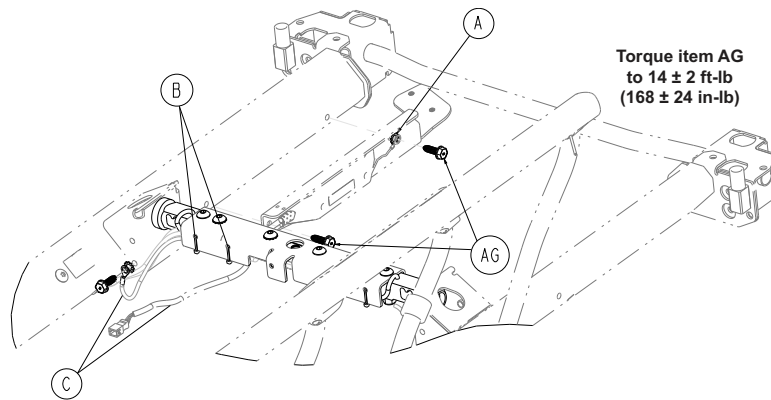

Figure 39 – Ensemble IR/appel infirmier
7. À l'aide d'un coupe-fil, couper les deux serre-câbles (B) qui fixent le câble d'ensemble IR/appel infirmier côté tête du système de levage pour accéder au connecteur du câble (Figure 39). Jeter les attaches de câble.
10. À l'aide d'une clé à cliquet et d'une douille de 1/2 po, retirer les deux vis à tête hexagonale filetée (AG) et la rondelle à denture externe (A) pour retirer l'ensemble IR/appel infirmier (Figure 39). Conserver les vis à tête hexagonale filetées et la rondelle à denture externe. Jeter l'ensemble IR/appel infirmier.
- c. Du côté pieds de l'ensemble IR/appel infirmier, tirer les deux câbles (C) vers le bas et les tenir à l'écart tout en fixant le côté pieds de l'ensemble IR/appel infirmier (Figure 39).
15. À l'aide des deux serre-câbles fournis de 8 po (3000-300-113) (B), fixer le câble d'ensemble IR/appel infirmier dans le système de levage du côté tête du côté droit du patient (Figure 39). À l'aide d'un coupe-fil, couper l'excès d'attaches de câble.